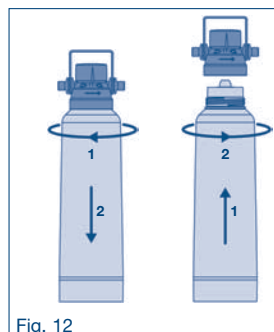

Fig. 12
2. Desenrosque la bujía filtrante de la cabeza filtrante en el sentido de las agujas del reloj (consulte la Fig. 12). La cabeza filtrante puede inclinarse 90° para desmontar fácilmente la bujía filtrante en el soporte del filtro.
4. Instale la nueva bujía filtrante como se describe en el capítulo 6.7 (ver Fig. 12).